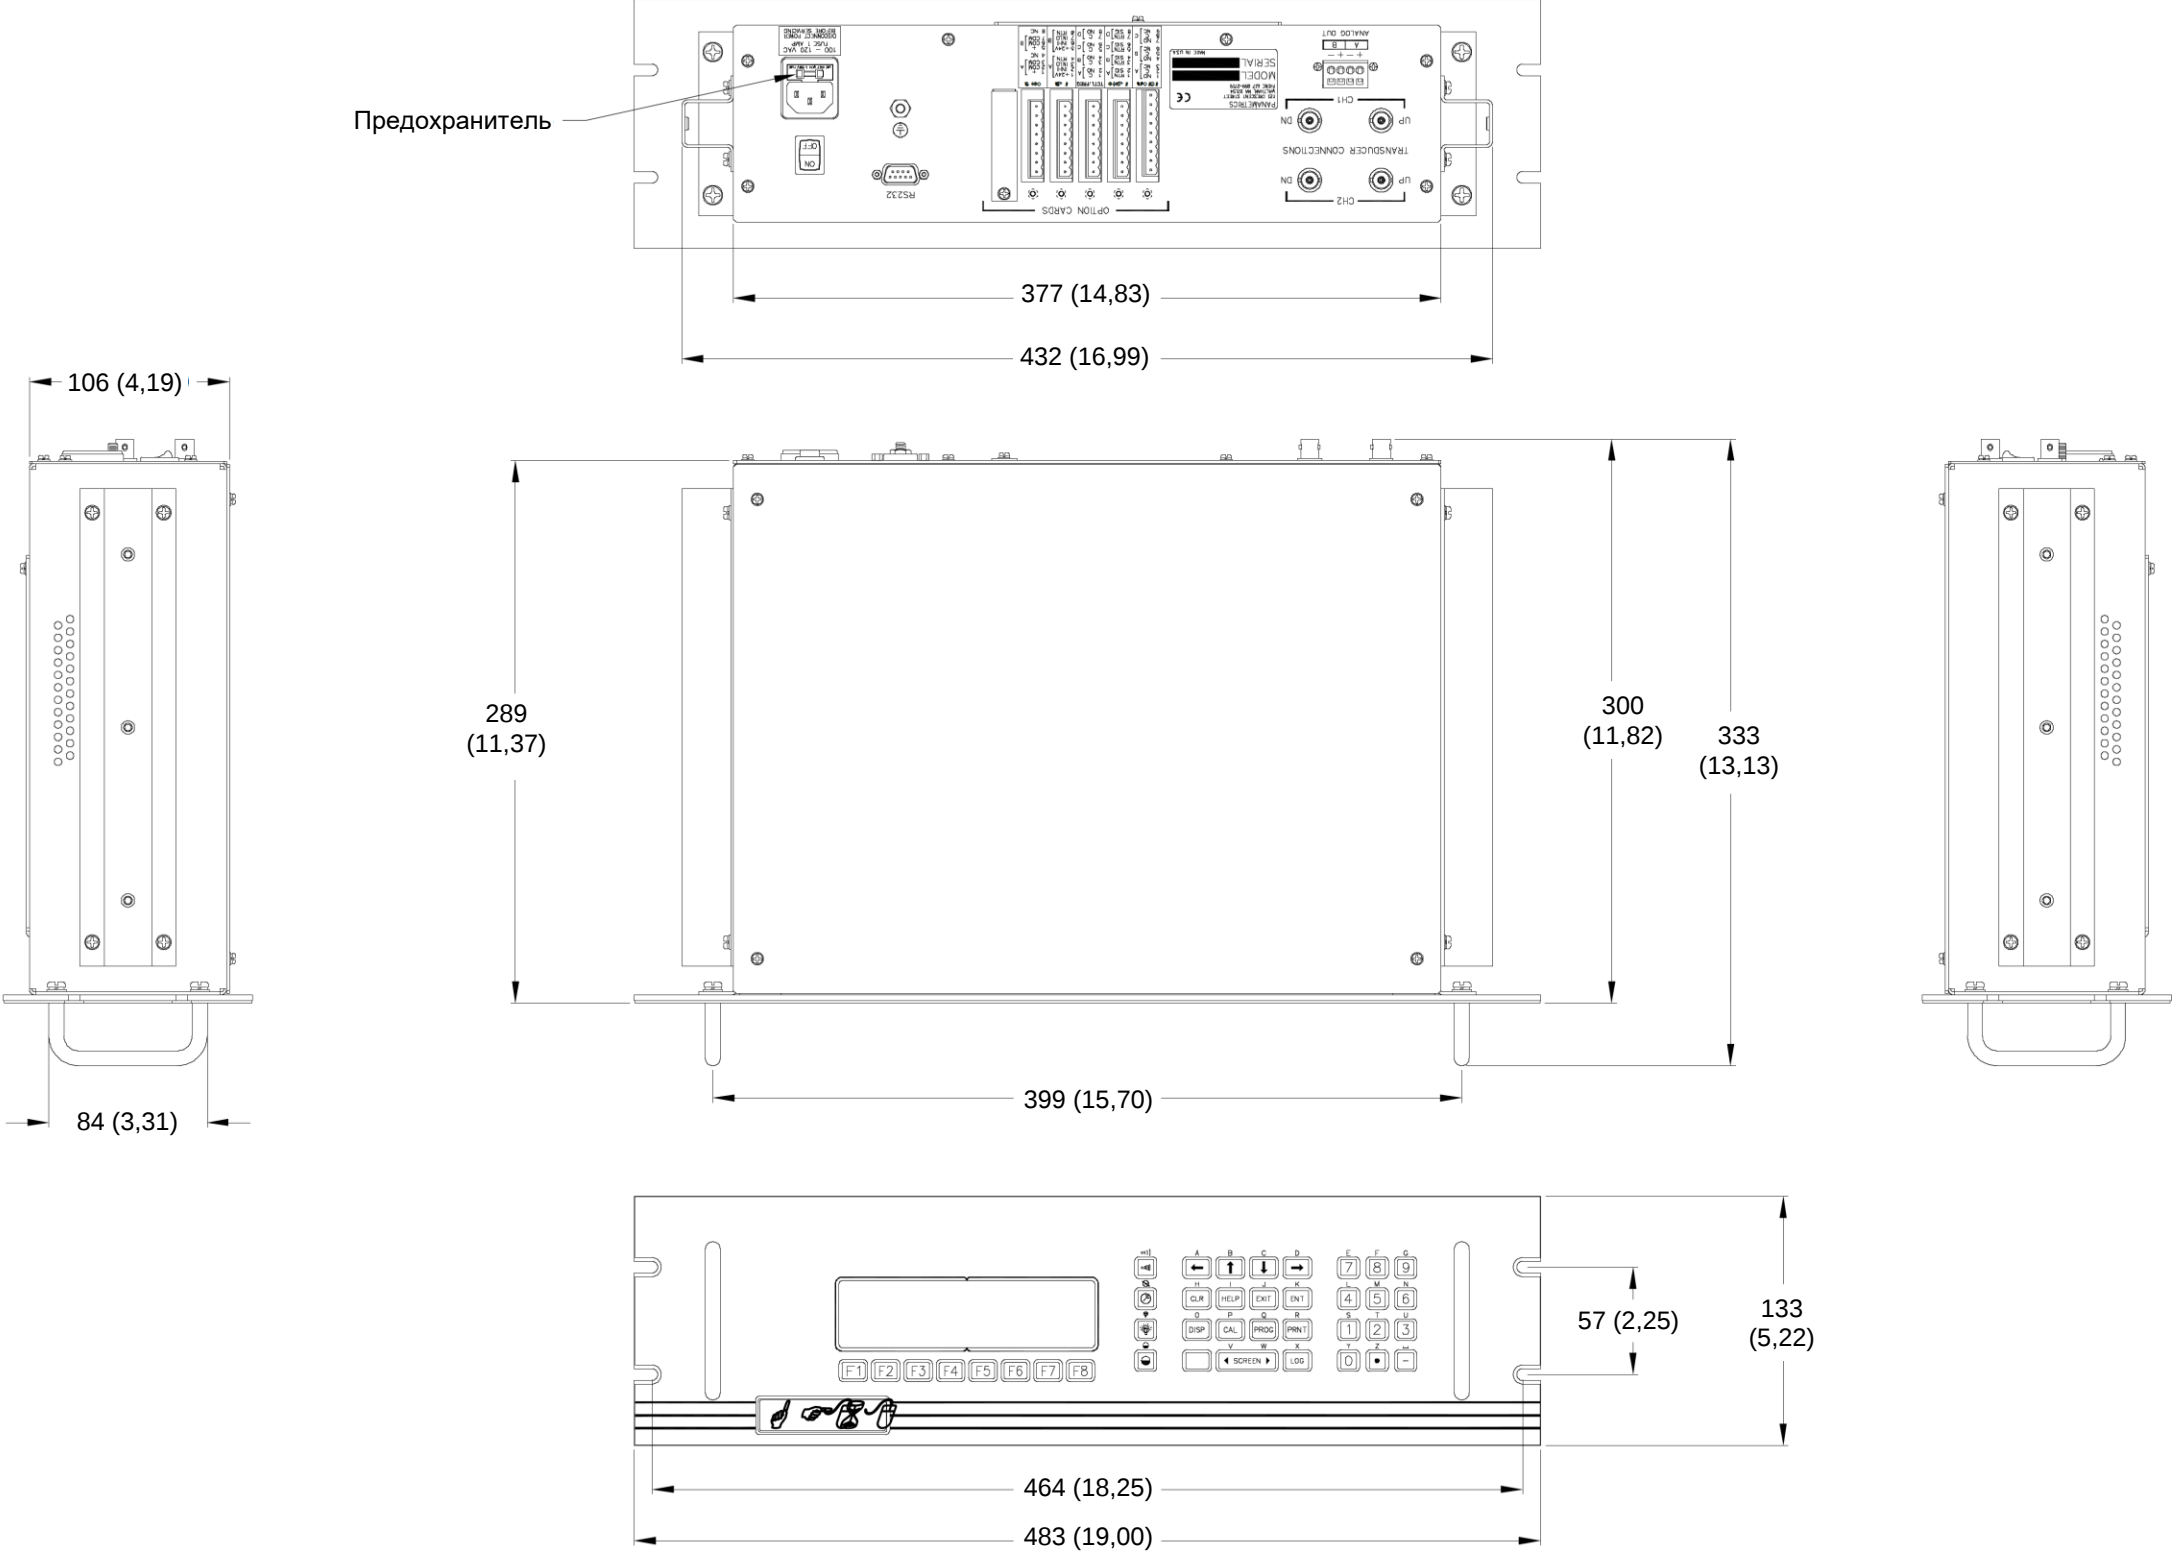
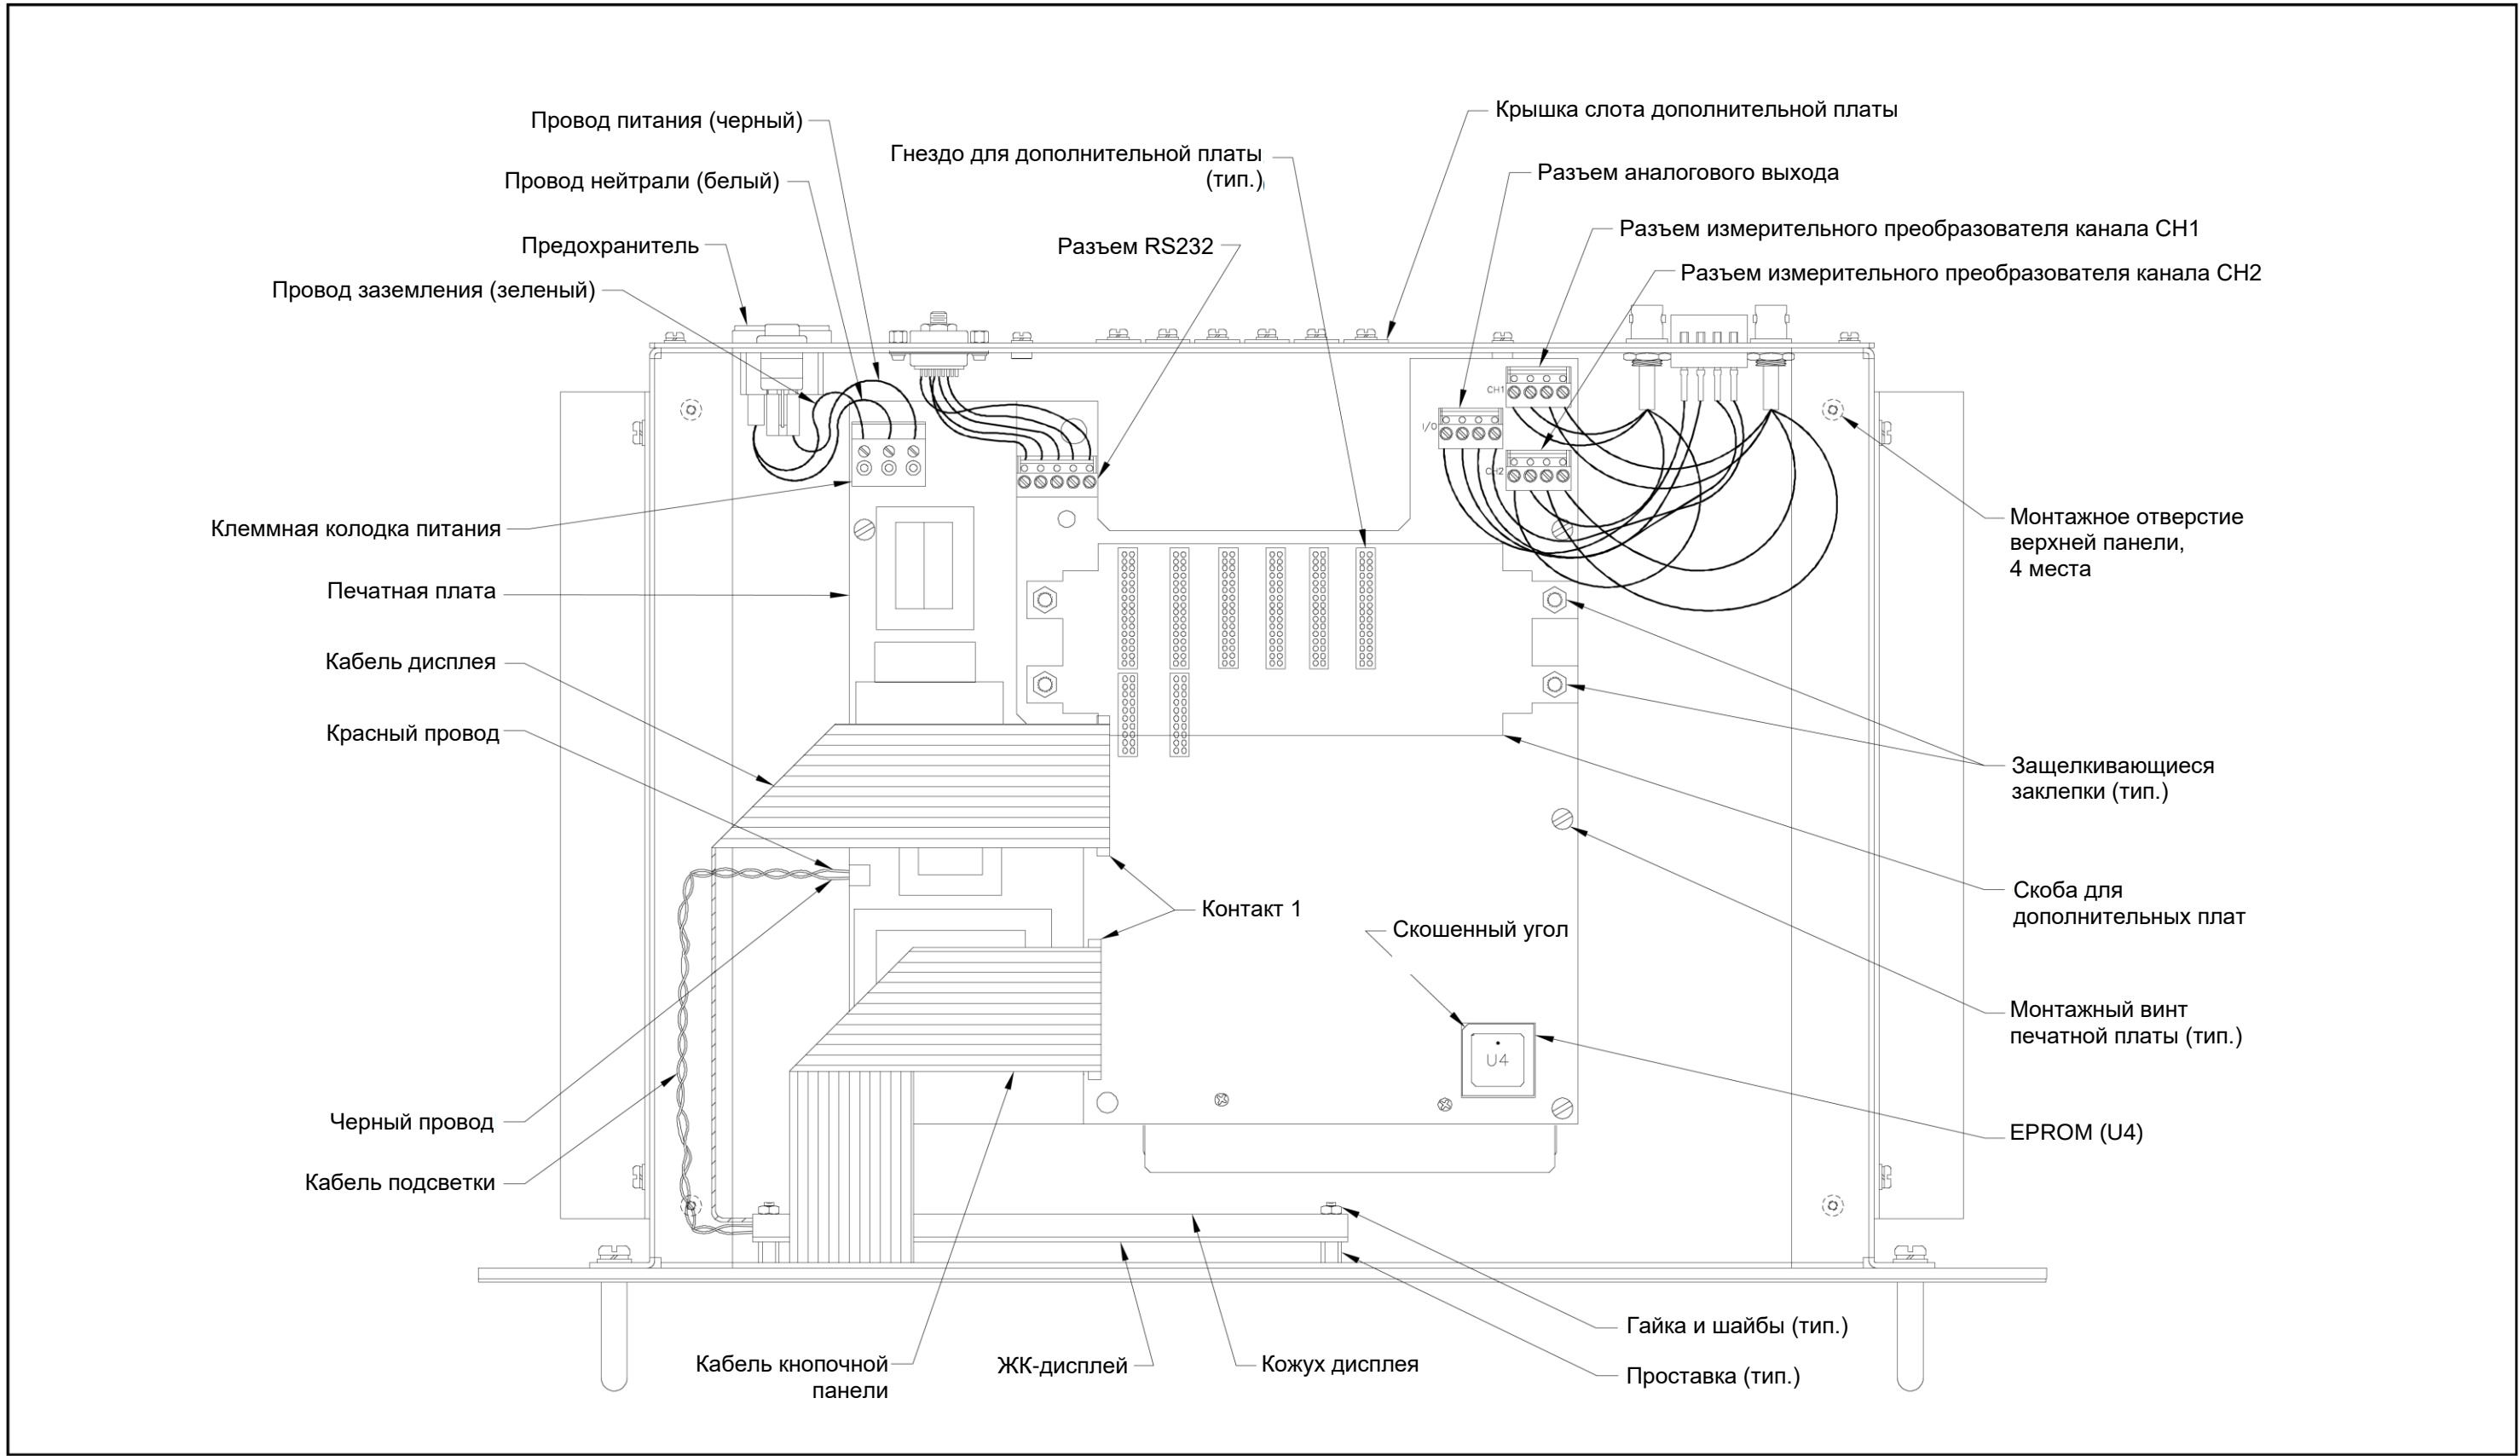

Рисунок 10: Размеры корпуса расходомера модели GF868 для монтажа в стойку (№чертежа 712-1076)
Рисунок 11: Размеры консоли в сборе модели GF868 для монтажа в стойку (№чертежа 705-849)
Расположение соответствующих элементов см. на рис. 10 на стр. 49 и рис. 11 на стр. 50 при выполнении следующих процедур. Если верхняя панель расходомера доступна, сервисное обслуживание можно выполнять без извлечения расходомера из стойки. В противном случае отсоедините все электрические подключения на задней панели и извлеките расходомер из стойки, прежде чем выполнять последующие действия.
Если определено, что требуется замена предохранителя в модели GF868, см. рис. 10 на стр. 49 и рис. 11 на стр. 50 и выполните следующие шаги:
См. рис. 11 на стр. 50 и выполните следующие шаги:
Замена EPROM может потребоваться для замены неисправной микросхемы или для перехода к более новой версии программного обеспечения. Для замены EPROM см. рис. 11 на стр. 50 и выполните следующие шаги:
Для замены ЖК-дисплея см. рис. 11 на стр. 50 и выполните следующие шаги:
5. Установите разъемы RS232, ANALOG OUT (АНАЛОГОВЫЙ ВЫХОД) и TRANSDUCER (ПРЕОБРАЗОВАТЕЛЬ) на печатную плату в местах, указанных на рис. 11 на стр. 50. Следите, чтобы стороны разъемов с помеченным контактом №1 были обращены к правой стороне (сторона кнопочной панели) корпуса.